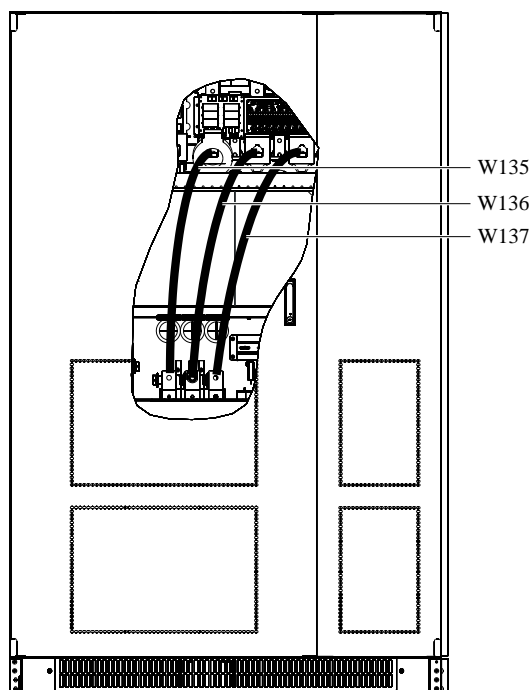

图8-10 HIPULSE U 400kVA（12 脉）旁路安装拆除线缆图
打开前门，拆除如图 8-10 所示的电缆 W135、W136、W137，保留螺钉。将电缆 W22、W23、W24 依次接到 BAR-26、BAR-27、BAR-28 旁路电感的输出端，用电缆 W26、W27、W28 连接旁路开关以及旁路电感的输入端，使用 M12×40 螺钉，力矩 250kgf.cm。具体接线如表 8-6 所示。
3. 拆除从旁路开关接线 W135、W136、W137, 如图 8-10 所示。
- 1) 打开前门, 拆除如图 8-10 所示的电缆 W135、W136、W137, 注意保留螺钉。将电缆 W22、W23、W24 依次接到 BAR-26、BAR-27、BAR-28 旁路电感的输出端, 用电缆 W26、W27、W28 连接旁路开关以及旁路电感的输入端, 使用 M12×40 螺钉, 力矩 250kgf.cm。具体接线如表 8-7 所示。